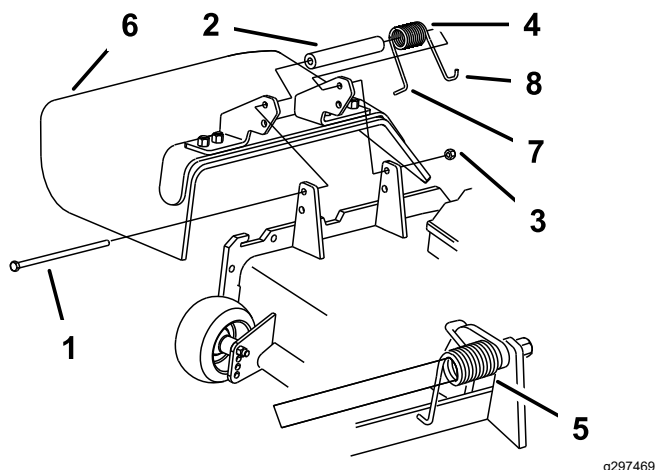

图 30
2. 卸下将折流板固定到枢轴支架的锁紧螺母、螺栓、弹簧和隔片 图 30。拆下损坏或磨损的草折流板。
注意 确保弹簧的 L 端安装在滚刀组边缘的后面然后按 图 30 所示安装螺栓。
4. 安装螺栓和螺母。将弹簧的 J 型钩吊钩端放在草折流板旁边 图 30。